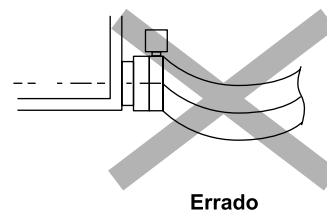

Fig. 24
- Não dobre a mangueira de drenagem dentro da unidade interior. **(Consulte a Fig. 24)** (Se houver uma parte solta da mangueira de drenagem, poderá provocar danos à grelha de entrada.)